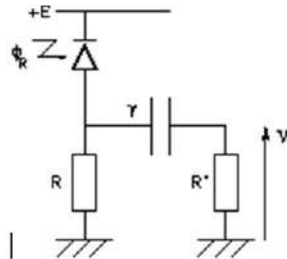
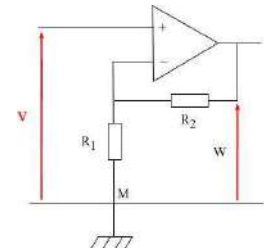

Fig. 6 – Récepteur, v2.
Fig. 7 – Ampli. non inverseur.
Pour éliminer les parasites basses fréquences et ne conserver que la partie modulée de la lumière émise, on utilise le montage de la fig. 6 avec $R = 100 \text{ k}\Omega$, $R' = 100 \text{ k}\Omega$ et $\gamma = 330 \text{ pF}$. Une fois la composante continue éliminée grâce au filtre passe-haut, il est possible d'amplifier sans saturer immédiatement la sortie de l'AOP.
- Réaliser le circuit de la fig.6 et compléter la chaîne de mesure avec un amplificateur non inverseur (fig. 7 ; la sortie V du circuit de la fig.6 est l'entrée du circuit de la fig. 7) en veillant à éviter la saturation (garder une sinusoïde en sortie) : résistances de $1 \text{ k}\Omega$ et $6,8 \text{ k}\Omega$ par exemple pour l'amplificateur non inverseur.